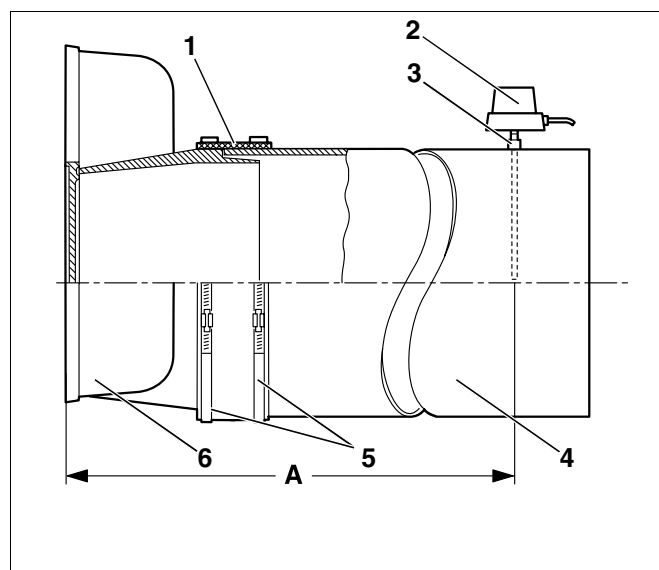

Рис. 59 Подсоединение дымовой трубы
Мы рекомендуем установить уплотнительную манжету (рис. 59, **поз. 1**) для соединения котла с дымовой трубой.
- Вставить дымовую трубу (рис. 59, **поз. 4**) до упора (рис. 59, **поз. 6**) на патрубок сборного коллектора дымовых газов.
- Уложить уплотнительную манжету (рис. 59, **поз. 1**) внахлест на дымовую трубу (рис. 59, **поз. 4**) и патрубок сборного коллектора (рис. 59, **поз. 6**).
- Надеть хомуты (рис. 59, **поз. 5**) на уплотнительную манжету (рис. 59, **поз. 1**). Один хомут (рис. 59, **поз. 5**) установить на патрубке коллектора (рис. 59, **поз. 6**), другой – на дымовой трубе (рис. 59, **поз. 4**).
- Затянуть хомуты (рис. 59, **поз. 5**). Манжета (рис. 59, **поз. 1**) должна плотно и ровно прилегать к трубам.
- Приварить к дымовой трубе (рис. 59, **поз. 4**) муфту (рис. 59, **поз. 3**) на расстоянии (А) от сборного коллектора (рис. 59, **поз. 6**) равном двум диаметрам дымовой трубы.
- Датчик температуры дымовых газов (рис. 59, **поз. 2**) устанавливается в соответствии с отдельной инструкцией по монтажу.